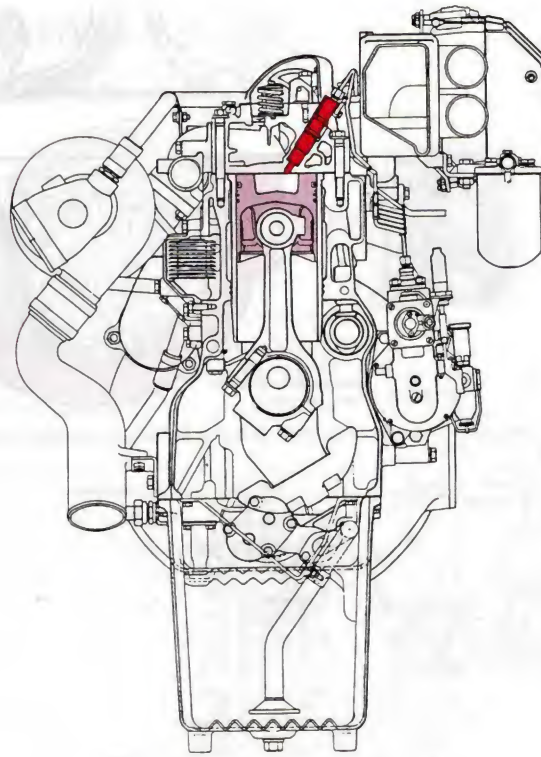

Figure 3.5. Moteur MAN D 2866 Turbo avec nouvelle chambre de combustion et renfort de la partie inférieure
- Le bruit, principal inconvénient de ce type de combustion (fig. 3.5), est maintenant maîtrisé grâce à des procédés d'injection en plusieurs phases (fiches 77, 78, 82).